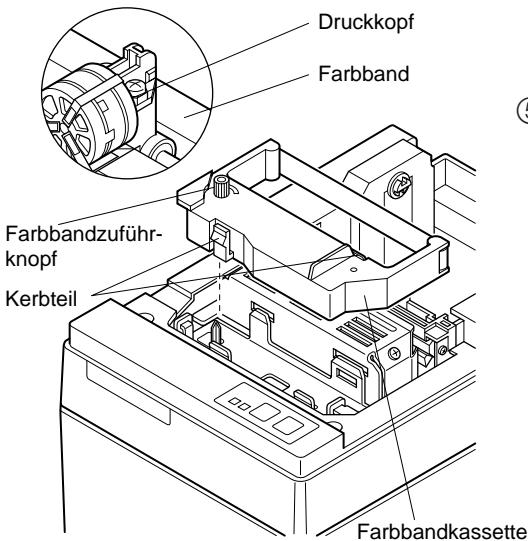

Abb. 4-2 Einlegen der Farbbandkassette
- ① Den Netzschatzer am Drucker in Aus-Stellung stellen.
- ② Zum Abnehmen der Frontabdeckung diese ca. 3 cm anheben, und nach vorne ziehen.
- ③ Die Farbbandkassette in der Richtung einsetzen wie in der Abbildung 4-2 gezeigt und eindrücken, bis sie hörbar einrastet. Wenn die Farbbandkassette nicht richtig sitzt, eingedrückt halten und gleichzeitig den Farbbandknopf in Pfeilrichtung drehen.
- ④ Um Schlaufen im Farbband aufzuwickeln, den Farbbandzuführknopf der Farbbandkassette in Pfeilrichtung drehen.
- ⑤ Zum Anbringen der Frontabdeckung die Ausbauschritte wie in ② oben beschrieben in umgekehrter Reihenfolge ausführen.